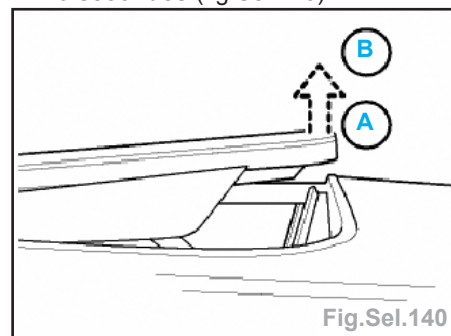

Fig.Sel.140
- lorsque la position finale d'entrebâillement (A) est atteinte, maintenir le contacteur actionné pendant environ 20 secondes (fig.Sel.140).